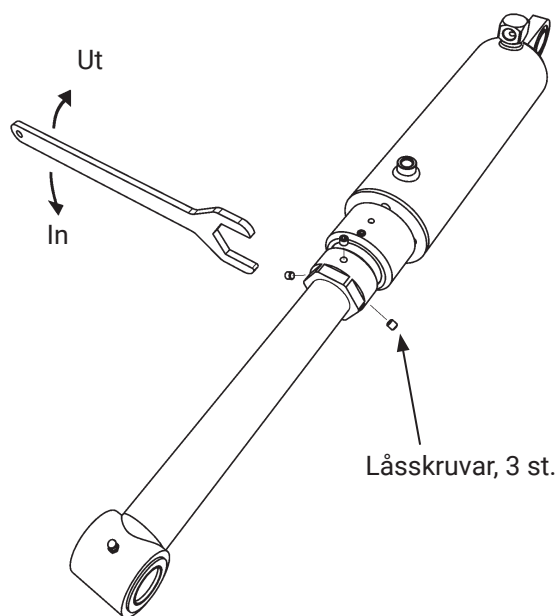

Bild 34. Justering av tiltvinkel
3. Lossa de tre låsskruvarna på cylindern som sitter monterad i plattformen, Bild 34.